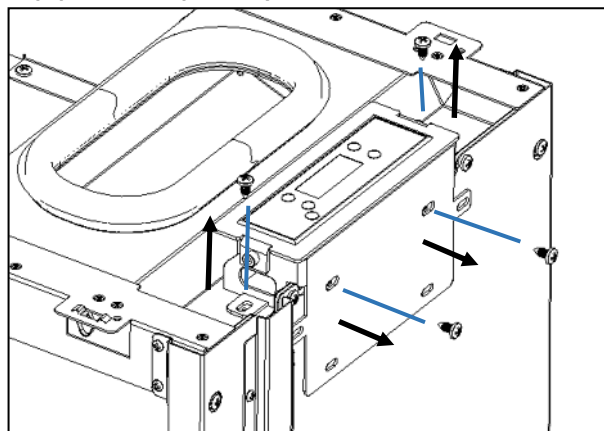

Figura 50 - Remoção do display no equipamento
a) Antes de começar a montagem das envolventes, deve remover o apoio do display do equipamento, desapertando os quatro parafusos representado na Figura 50.